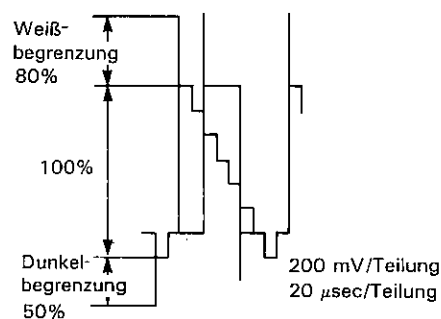

Abbildung 2-7.
3. Während der Ausgang am TP201 verfolgt wird, den R224 (Dunkelbegrenzungsregler) so einstellen, daß die Dunkelbegrenzung $50 \pm 4\%$ übersteigt. (Siehe Abb. 2-7.)